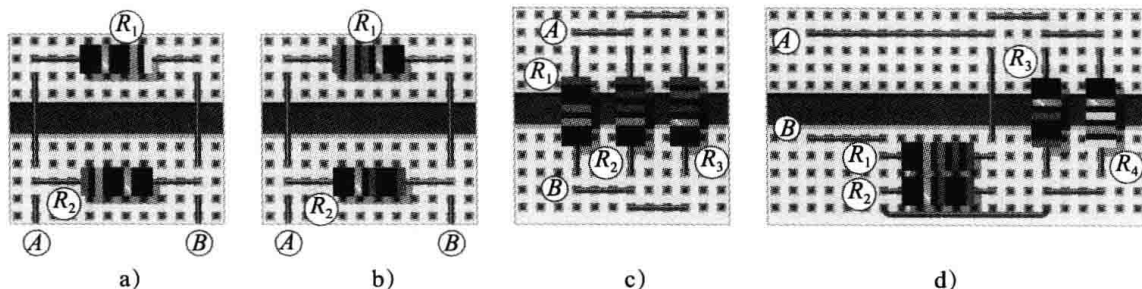

图 5-52 习题 5 图
5. 求图 5-52 中每组并联电阻器节点 A 和 B 之间的总电阻。在图 5-52a 中，电阻 R_1 的色环颜色分别为：黄、紫、黑、银；电阻 R_2 的色环颜色分别为：绿、蓝、黑、银。在图 5-52b 中，电阻 R_1 的色环颜色分别为：绿、蓝、棕、银；电